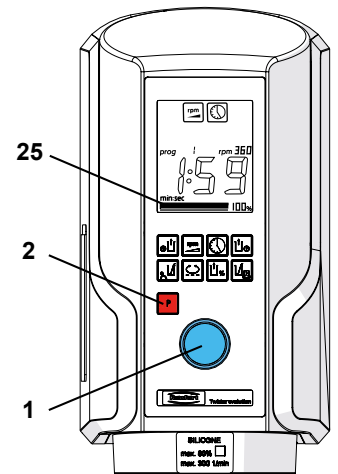

図. 8
- ⇒容器が独りでに吸い付き、バキュームのバー表示が半分を超えてから、スタートします(25, 図. 8)！